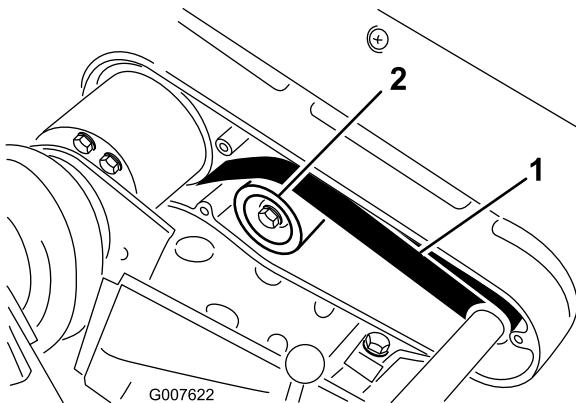

Figura 40
2. Verifique a tensão pressionando a correia a meio curso entre as polias (Figura 40) com uma força de 22 a 26 N.
- A. Desaperte a porca de montagem da polia intermédia e incline-a para o lado de trás da correia até que obtenha a tensão desejada da correia (Figura 40).